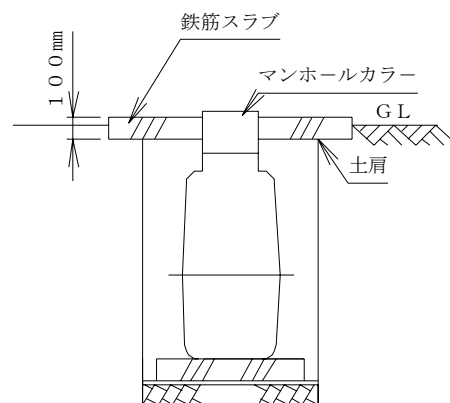

図14
②流入落差の不足する場合(笠上げ工事を必要とする場合)
(1) 嵩上げ300mm以下の場合、マンホールカラーを用いて嵩上げを行ってください。また、上部は、鉄筋コンクリート仕上げとし、荷重は、土肩で受けるようにしてください。（図14参照）
(2) 嵩上げが300mmを超える場合